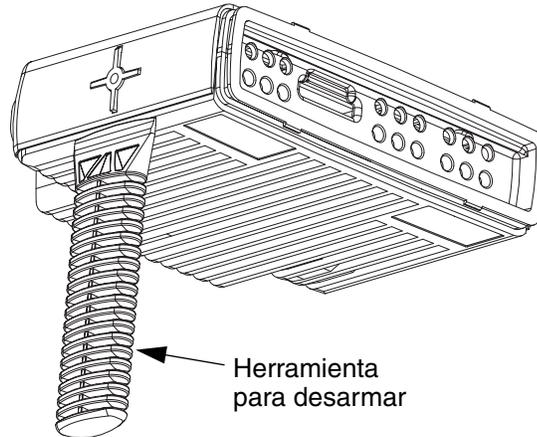

Figura 2-3 Retiro de la cubierta superior
1. Inserte la herramienta para desarmar en el centro de la ranura lateral del conjunto del radio, como se muestra en la Figura 2-3.